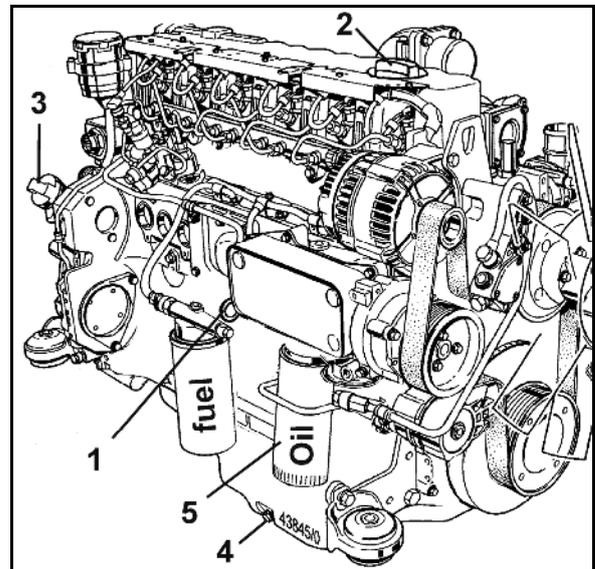

Fig. 139
3. Schmierölfilter-Patrone (Fig. 139/5) mit handelsüblichem Werkzeug lösen und abschrauben.